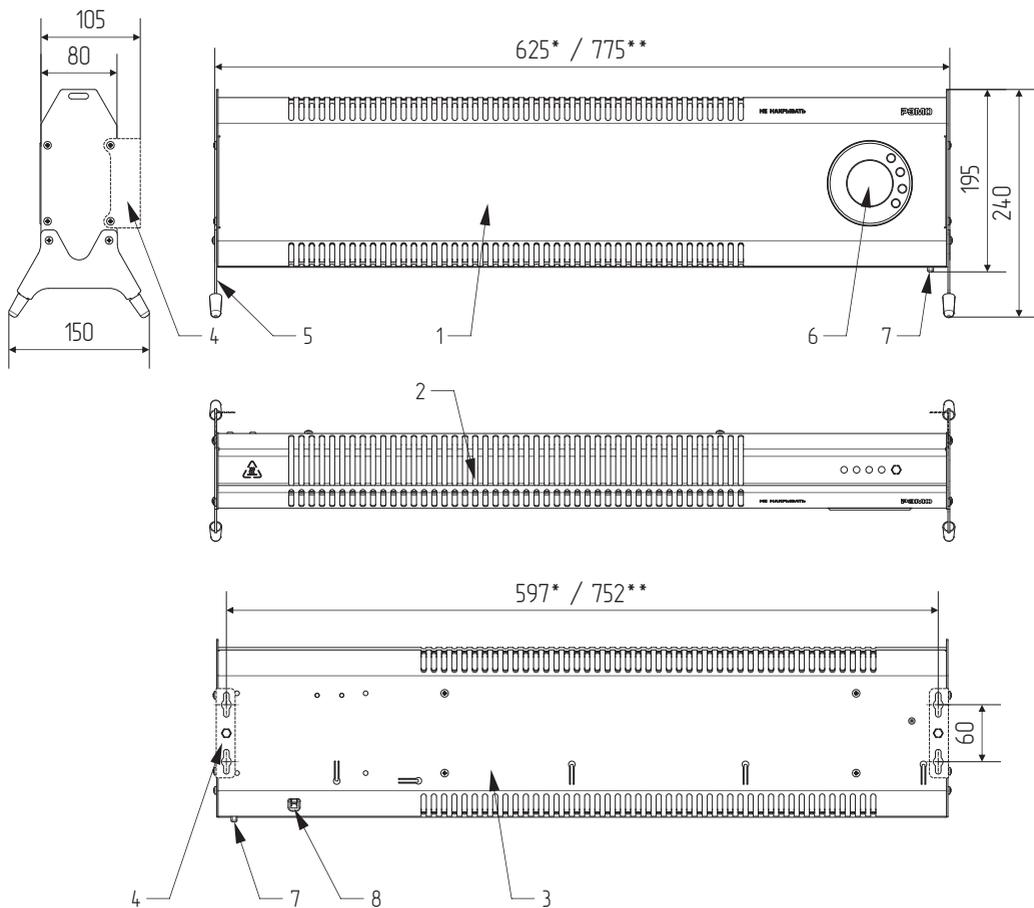

Рисунок 2.
6.4 На стене помощью уровня и рулетки (линейки) разметить отверстия. Межцентровое расстояние посадочных отверстий указано на чертеже (см. рис. 2).